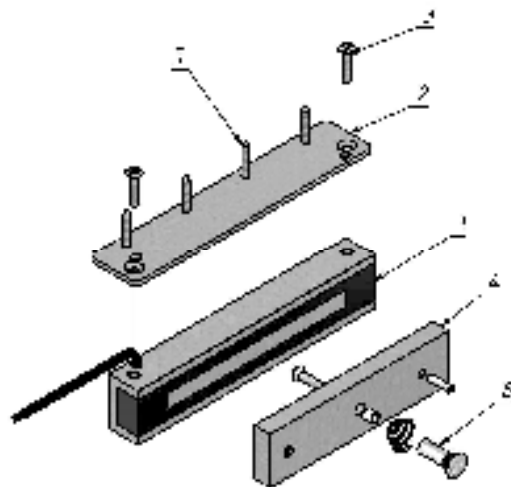
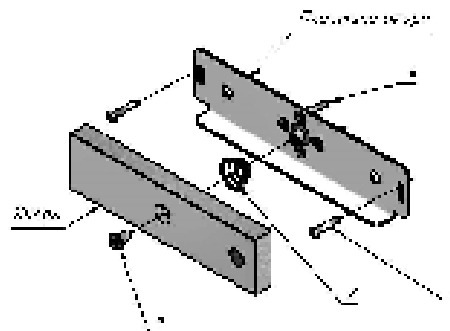

Рисунок 1 – Комплект поставки замка AL-350FB-M-01
Рисунок 2 – Якорь с комплектом крепления якоря 350P
3.2 В комплект поставки замка AL-350FB-M-01 входят (рисунок 1):
3.3 В комплекте поставки замка AL-350FB-M-02 комплект крепления якоря (поз.6 рисунок 1) заменен комплектом крепления якоря **350P** (рисунок 2): пластина якоря, винт М6х12 (1), пружина (2), саморез 4х25 п/к (3) -2 шт. - саморез 4,2х25 потайн. (4) - 4 шт.)
- комплект крепления якоря 350P (рисунок 2);
5.2 Корпус замка размещается в верхней части дверной коробки. В зависимости от ширины дверной коробки монтажная пластина (поз.2 рисунок 1) ориентируется на корпусе замка и крепится с помощью винтов М6 (поз.3 рисунок 1). Варианты крепления корпуса замка на пластине приведены на рисунке 3.
5.4 Якорь замка для варианта поставки AL-350FB-M-02 устанавливается без сверления монтажных отверстий в двери и без штифта с помощью комплекта крепления якоря 350P (рисунок 2). Якорь соединяется с пластиной крепления якоря винтом М6х12 (поз.1) через амортизирующую пружину (поз.2) и затем через регулировочные пазы в пластине крепится саморезами (поз.3) к двери. После окончательной регулировки взаимного положения корпуса и якоря при закрытой двери саморезы (поз.3) затягиваются, якорь снимается с пластины и выполняется крепление пластины к двери саморезами (поз.4), после чего якорь снова устанавливается на пластину.